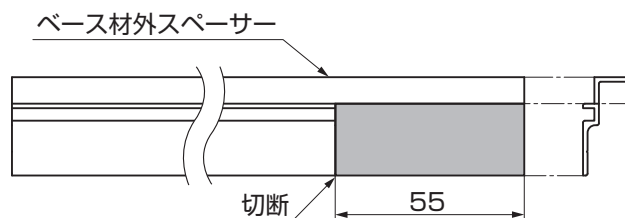

図2-8
③ベース材外スペーサーの柱側端部を加工してください。(図2-8参照)